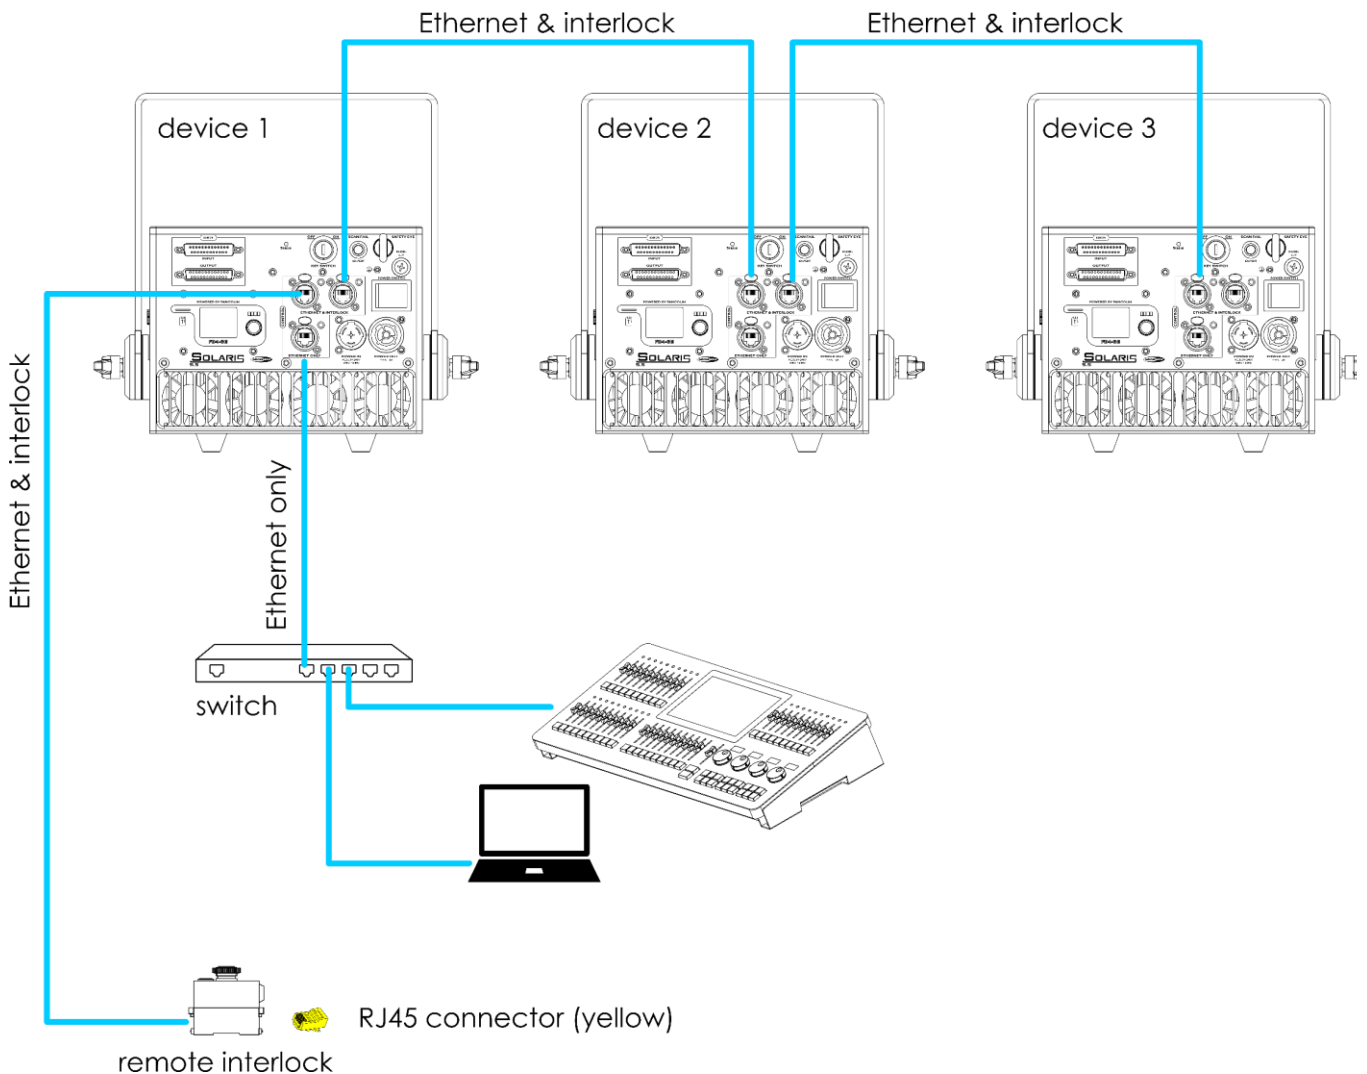

Fig. 14
En la Fig. 14 se muestra una instalación típica con múltiples unidades. Siga los pasos a continuación para conectar la unidad a un ordenador/controlador de iluminación, al dispositivo de enclavamiento remoto y a otras unidades:
- 01) Conecte el conector RJ45 del ordenador/controlador de iluminación al **conector RJ45 ETHERNET ONLY (24)** de la primera unidad con un cable CAT-5/CAT-5E/CAT-6. Para instalaciones más grandes puede utilizar un switch entre el primer dispositivo de la instalación y el ordenador/controlador de iluminación.
- 02) Conecte el **conector RJ45 (33)** del dispositivo de enclavamiento remoto suministrado con la unidad a uno de los **conectores RJ45 ETHERNET & INTERLOCK (13)/(16)** de la primera unidad de la instalación con un cable CAT-5/CAT-5E/CAT-6.
- 03) Conecte el **conector RJ45 ETHERNET & INTERLOCK (13)/(16)** de la primera unidad a uno de los **conectores RJ45 ETHERNET & INTERLOCK (13)/(16)** de la segunda unidad en la instalación con un cable CAT-5/CAT-5E/CAT-6.
- 04) Repita el paso 3 para todos los dispositivos como se indica en la Fig. 14.
- 05) Introduzca el conector RJ45 (amarillo), suministrado con la unidad, en el **conector RJ45 (32)** del dispositivo de enclavamiento remoto.